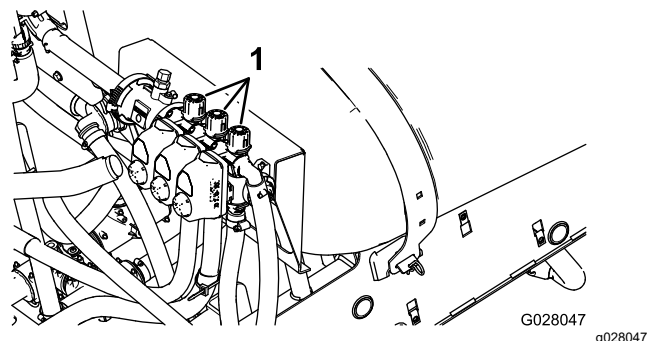

Figura 21
2. Opriți seciunea stânga și reglai butonul de bypass pentru seciune (Figura 21) până când valoarea presiunii ajunge la nivelul reglat anterior (în mod tipic 2,75 bar).
4. Reglai butonul de bypass pentru seciunea dreapta (Figura 21) până când valoarea presiunii ajunge la nivelul reglat anterior (în mod tipic 2,75 bar).
6. Reglai butonul de bypass pentru seciunea centrală (Figura 21) până când valoarea presiunii ajunge la nivelul reglat anterior (în mod tipic 2,75 bar).